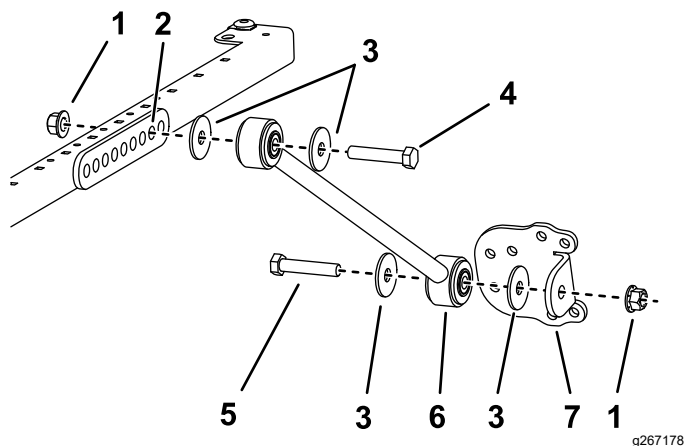

Bild 31
- Modelle 30446, 30446N, 30447 und 30447N: Befestigen Sie eine Strebe an jeder Seite des Sonnendachrahmens mit einer Schraube ($\frac{1}{2}$ " x $2\frac{1}{2}$ "), einer Scheibe ($\frac{1}{2}$ ") und einer Bundmutter ($\frac{1}{2}$ ") lose im **zweiten** Loch der Strebenhalterung, wie in Bild 31 abgebildet.